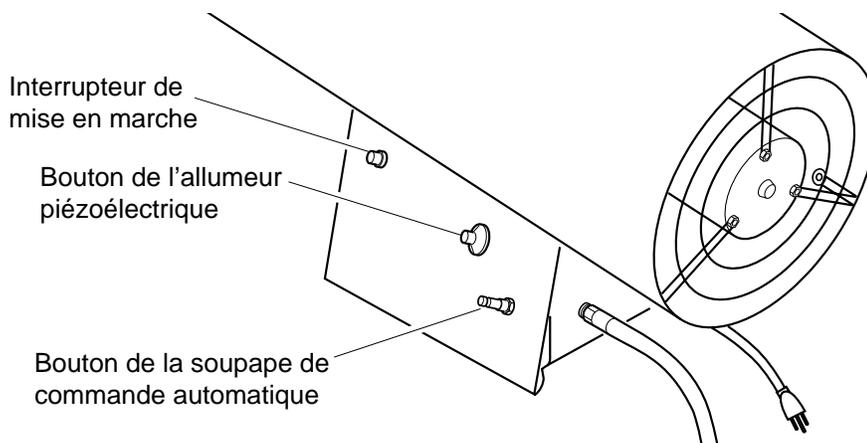

Figure 5 - Bouton de la soupape de commande automatique, bouton de l'allumeur piézoélectrique et interrupteur de mise en marche
- Appuyer sur le bouton de la soupape de commande automatique (se reporter à la figure 5) et le tenir enfoncé. Appuyer sur le bouton de l'allumeur piézoélectrique (se reporter à la figure 5). Il peut être nécessaire d'appuyer de 3 à 8 fois sur le bouton de l'allumeur piézoélectrique pour que le brûleur s'allume. Lorsque le brûleur s'allume, continuer à appuyer sur le bouton de la soupape de commande automatique pendant 30 secondes.